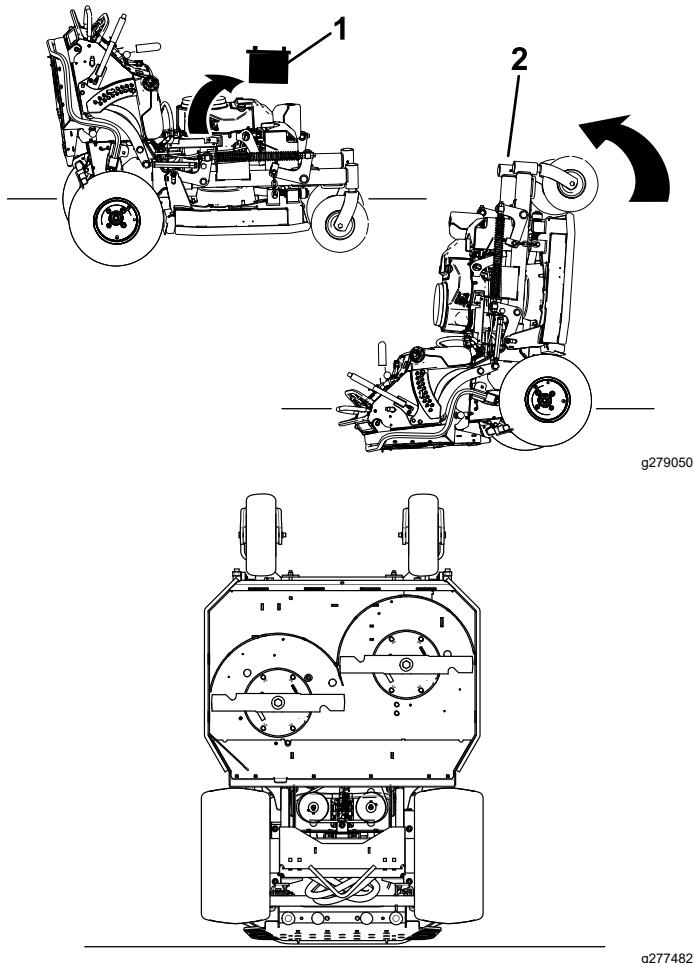

Figura 29
7. Entre 2 personas, eleve la parte delantera del cortacésped y apoye el cortacésped sobre las ruedas motrices y la plataforma en posición levantada (Figura 29).